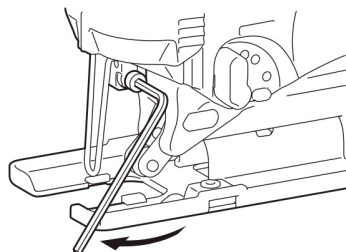

Рис. 4
- Затем закрутите винт по часовой стрелке, чтобы закрепить лезвие (рисунок 4).